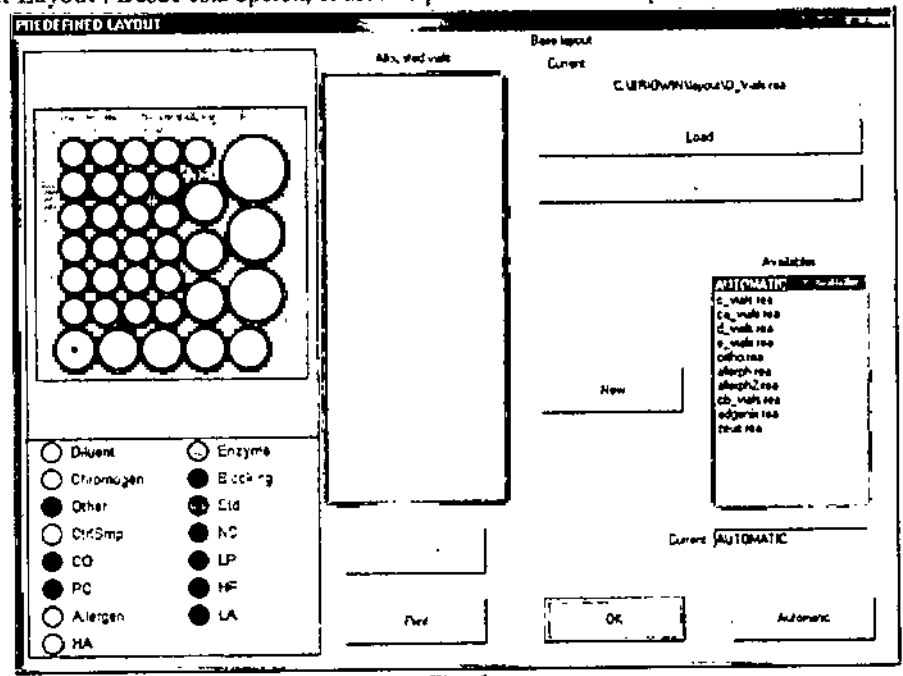

Fig. 6
- > **Select Layout** : Desde esta opción, el usuario puede seleccionar un plato de reactivos o crear uno (Fig. 6).